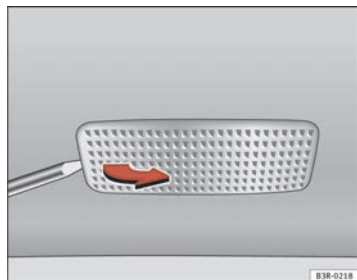

Fig. 243 Desmontaje luz del parasol
- Retire la luz con cuidado, utilizando el destornillador por su parte plana ⇒ fig. 243.